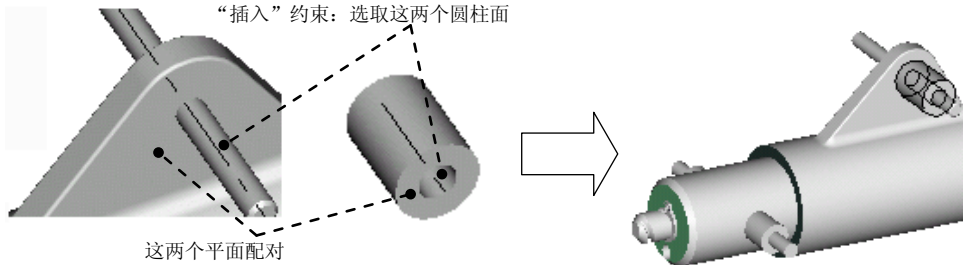

图 12.5.12 装配第一个零件隔套
(1) 选择下拉菜单 **插入(I)**  **元件(C)**  **装配(A)...** 命令，打开名为 shaft.prt 的零件。
(2) 创建轴“对齐”和基准面“对齐”装配约束，将零件轴 (Shaft) 装配到零件机体 (Body) 中。
(3) 单击操控板中的  按钮。
Step12. 增加固定元件：装配零件隔套 (bushing)，如图 12.5.12 所示。主要操作步骤如下。
(1) 选择下拉菜单 **插入(I)**  **元件(C)**  **装配(A)...** 命令，打开名为 bushing.prt 的零件。